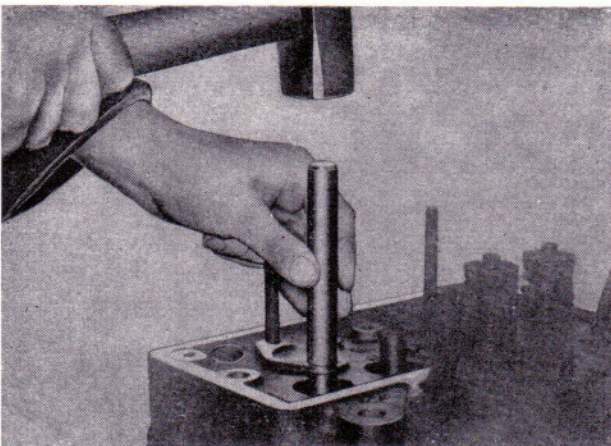

Bild 111
- Ventilführung mit Schlagdorn 27 01754 001 von oben in den Zylinderkopf einschlagen (Bild 111).